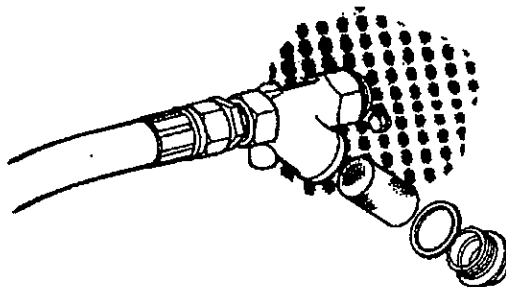

fig. 20
- Remove the hexagonal plug located on the lower side of the filter (*fig. 20*).
- Desmontar el tapón hexagonal de la parte inferior del filtro (*fig. 20*).
- Démonter le bouchon hexagonal dessous le filtre (*fig. 20*).